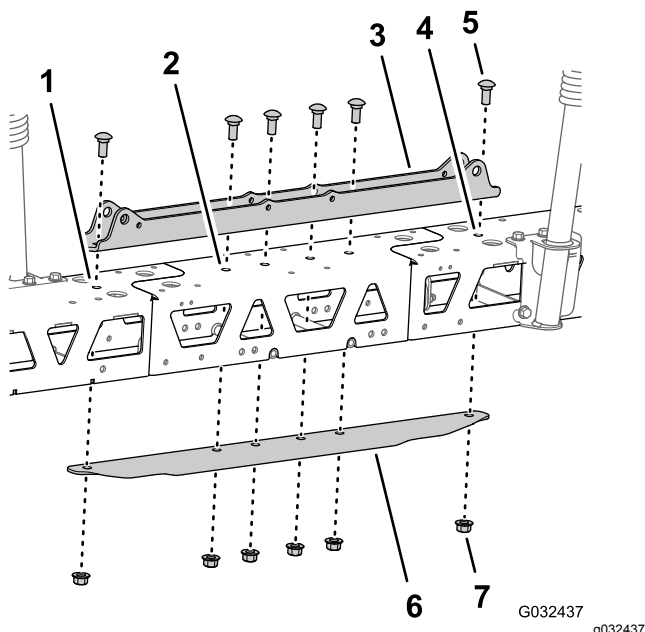

Figura 55
5. Allineate i fori sul supporto del cilindro con i fori sulla linea centrale del telaio della trave e l'estensione della barra centrale (Figura 55).
6. Inserite la piastra di ancoraggio sul telaio della trave e l'estensione della barra centrale e allineate i fori sulla piastra di ancoraggio con i fori sulla linea centrale del telaio delle travi e dell'estensione della barra (Figura 55).
7. Montate il supporto del cilindro, le travi, l'estensione della barra centrale e la piastra di ancoraggio con i 2 bulloni a testa tonda ($\frac{1}{2}$ " x $1\frac{1}{4}$ ") e i 2 dadi di bloccaggio flangiati ($\frac{1}{2}$ ") che avete rimosso al passaggio 2 di Separazione delle travi della sezione di irrorazione centrale \(pagina 28\) e i 4 bulloni a testa tonda ($\frac{1}{2}$ " x $1\frac{1}{4}$ ") e i 4 dadi di bloccaggio flangiati ($\frac{1}{2}$ ") del kit di finitura dell'impianto di irrorazione GeoLink (Figura 55).